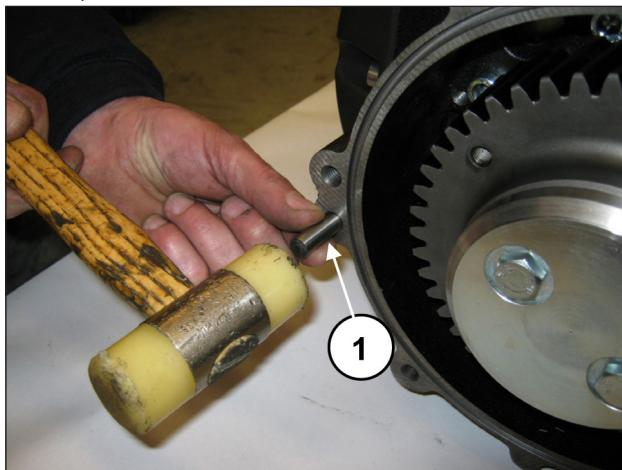
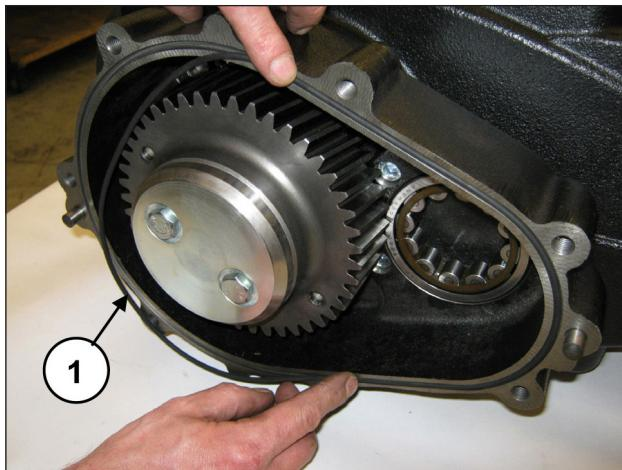

Abb. 80
Abb. 81
Bringen Sie die 2 Stifte Ø10x24 am Getriebegehäuse an (Pos. ①, Abb. 80) und setzen Sie den O-Ring ein (Pos. ①, Abb. 81).